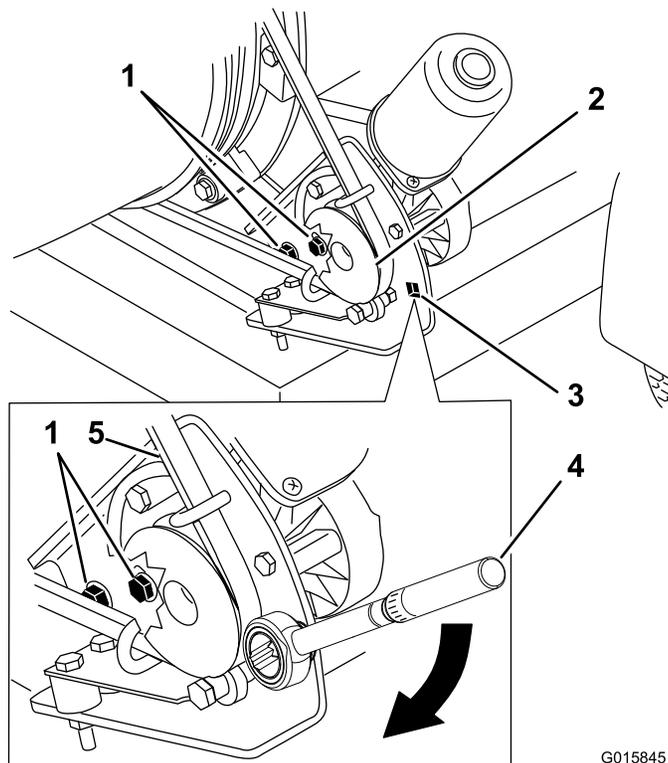

Figura 30
1. Desaperte os parafusos que fixam o suporte de montagem da polia ao chassis do soprador (Figura 30).
2. Coloque uma chave dinamométrica no suporte de montagem da polia (Figura 30).
3. Rode o suporte de montagem da polia afastando-o do bico até que chave indique 22,6–26,0 N m (Figura 30).